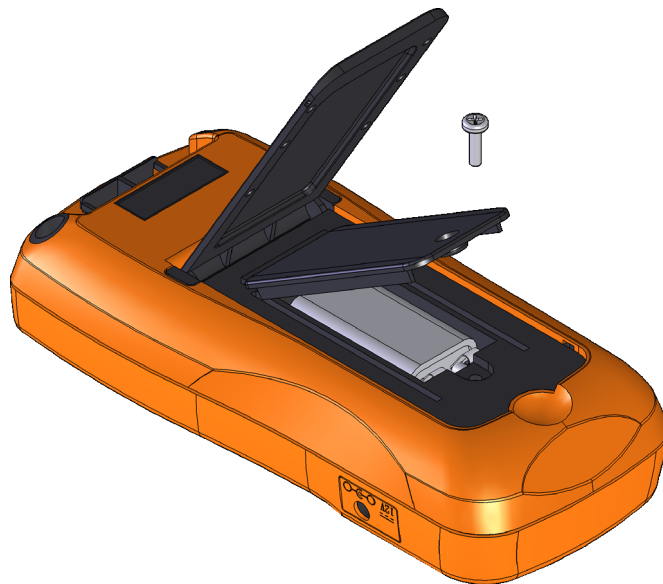

Figura 1-1 Instalación de las baterías
- 1 Abra la cubierta de la batería.** Levante la base de inclinación. Afloje el tornillo con un destornillador Phillips adecuado y extraiga la cubierta de la batería tal como se muestra en la Figura 1-1.